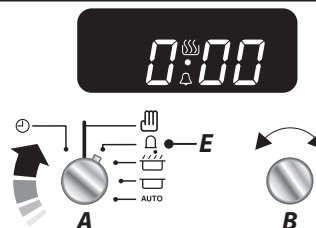

Fig. 3.2
1. Vrid **timervredet (A)** till **minutkontrollinställningen (E)** – det ska höras ett klick (**Fig. 3.2**).